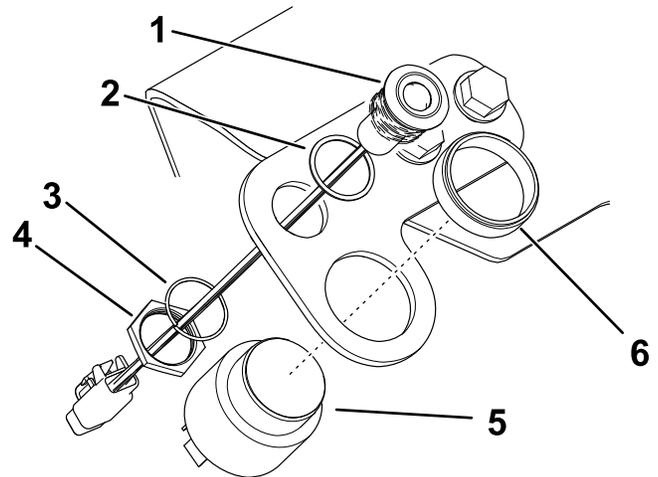

Figura 11
3. Retire la tuerca de plástico de la alarma y utilícela para instalar la alarma en el soporte (Figura 11).
4. Retire la tuerca, la arandela de freno y la junta de la luz LED, y utilícelos para instalar la luz en el soporte (Figura 11).